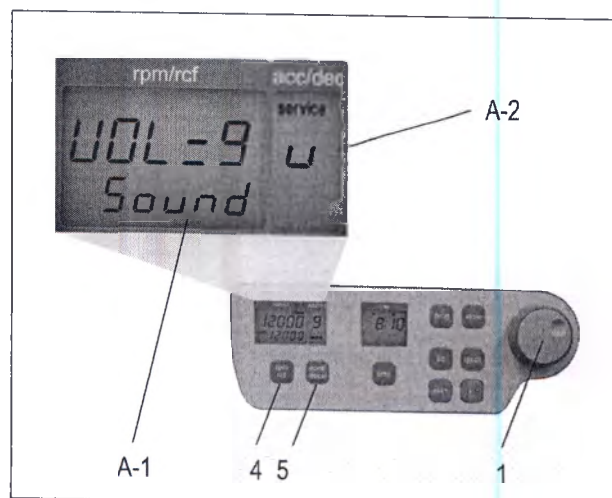

Рисунок 6
Действуйте как описано в п. 1.8.2, чтобы войти в программный режим, и затем нажмите кнопку «accel/decel» [ускорение/замедление] (5). На дисплее «accel/decel» [ускорение/замедление] (A-2) появится слово «service» [обслуживание]. Теперь выберите букву "U" с помощью верньера (1). В результате на дисплее «rpm/rcf» [об/мин / центробежное ускорение] (4) появятся слова «Vol=0-9/Sound» [Громкость=0-9/Звук]. Если Вы нажмете кнопку «rpm/rcf» [об/мин / центробежное ускорение] (4), то сможете выбрать необходимый уровень громкости между 0 (тихо) и 9 (громко), вращая верньер (1) (см. Рисунок 6).